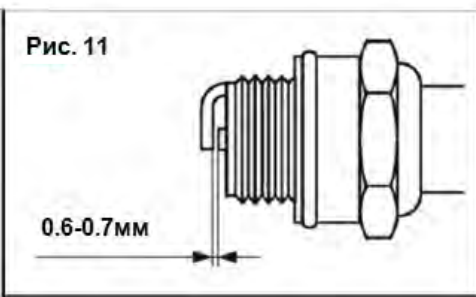

Рис. 11
2. Свечу зажигания проверяют после каждых 50 часов работы и очищают зазор проволоочной щеткой. Размер зазора необходимо отрегулировать на значение 0,6-0,7мм (Рис. 11).